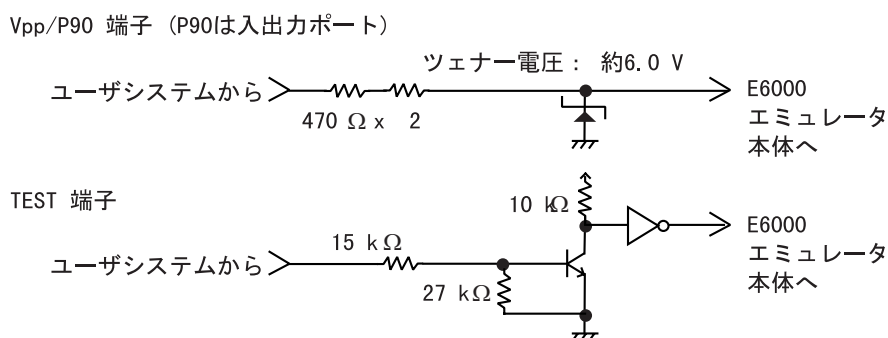

図 12 Vpp/P90、TEST 端子保護回路
- (6) H8/3644シリーズのフラッシュ機能はエミュレータではサポートしないため、Vpp/P90, TEST 端子に12Vを印加しないでください。Vpp/P90, TEST 端子に12Vを印加した場合、エミュレータはテストモードを検出します。なお、Vpp/P90, TEST 端子には図12に示すような12V印加に対する保護回路があります。